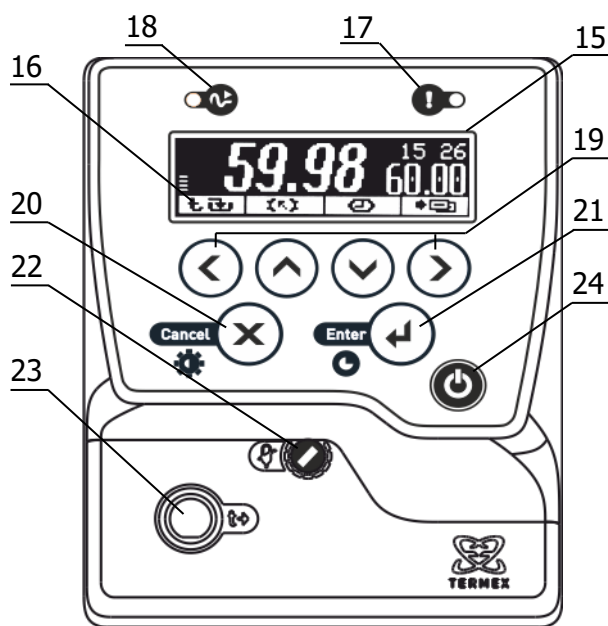

Рисунок 2 – Лицевая панель
Система безопасности блока регулирования отключает двигатель насоса и нагреватель при срабатывании хотя бы одной из защит или неисправности датчика температуры (1.2.13). При срабатывании системы безопасности раздается звуковой сигнал, загорается индикатор 17 (рисунок 2) и на дисплей 15 выводится информация о причине неисправности.
2.3.1 После подключения сетевого кабеля к электрической сети блок регулирования переходит в режим ожидания. Подключение сопровождается кратковременной подсветкой дисплея 15 (рисунок 2).
2.3.6 Для регулировки яркости подсветки или контраста дисплея нажать кнопку 20 (X), выбрать изменяемый параметр кнопками (▲) и (▼) и установить его значение кнопками (◀) и (▶). Зафиксировать изменение нажатием кнопки 21 (↔) (рисунок 2).
2.7.6 Для выбора уставки в качестве текущей кнопками (▲) и (▼) подвести к ней указатель. Значение отмеченной указателем уставки дублируется крупными цифрами в правой части дисплея. Для подтверждения выбора отмеченной уставки нажать кнопку 21 (←). Для отмены выбора нажать кнопку 20 (×) (рисунок 2).
2.7.7 Для изменения численного значения отмеченной указателем уставки нажать кнопку (▶). На рамке, обрамляющей значение уставки в правой части дисплея, появятся «засечки», указывающие на изменяемую позицию в численном значении. Цифра в отмеченной позиции мигает. Нажатиями кнопок (▲) и (▼) установить требуемую цифру в отмеченной позиции. Если удерживать кнопку нажатой, значение уставки будет изменяться непрерывно. Нажатиями кнопок (◀) и (▶) переместить отметку изменяемой позиции. Дискретность изменения значения уставки зависит от положения изменяемой позиции: если отмечена позиция десятков, то при единичном нажатии кнопки (▲) или (▼) значение уставки изменится на 10 °С. Если отмечена позиция десятых долей, то значение уставки изменится на 0.1 °С соответственно. Закончить ввод нового значения уставки нажатием кнопки 21 (←). Для возврата к значению уставки до ее изменения нажать кнопку 20 (×) (рисунок 2).
2.8.3 При срабатывании защиты раздается звуковой сигнал и загорается красный индикатор срабатывания системы безопасности 17 (рисунок 2). Работа насоса и нагревателя будет блокирована. На дисплее отобразится текущее состояние системы защит.